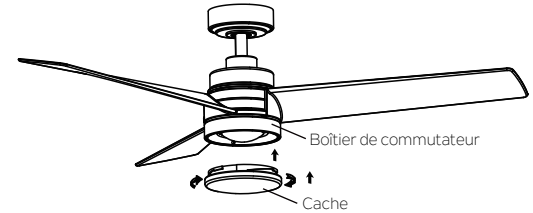

Fig. 21
Étape 4. Sécurisez le cache au boîtier de commutateur en tournant dans le sens horaire. Ne pas serrer avec excès.(Fig. 21)